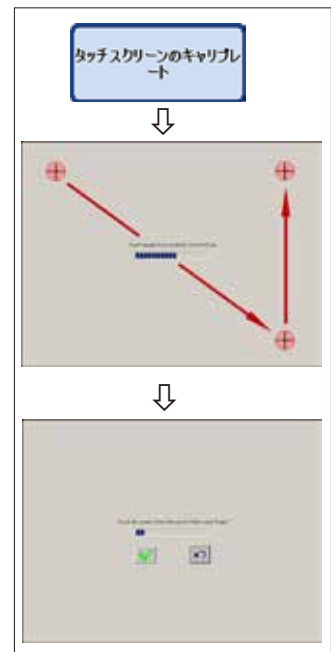

図 78
タッチスクリーンのキャリブレーション（図 78）
- 左上から始めて、画面中央に表示される赤色の円に 3 回タッチします（図 78、上）。
- 次に、画面の任意の点にタッチしてカーソルが追従するかどうかをチェックします（図 78、下）。